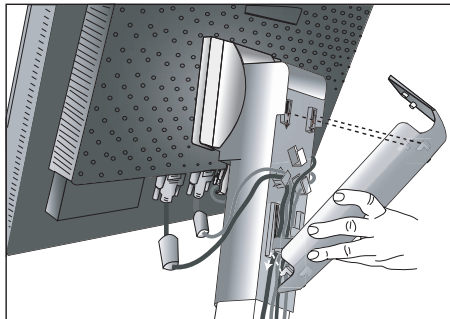
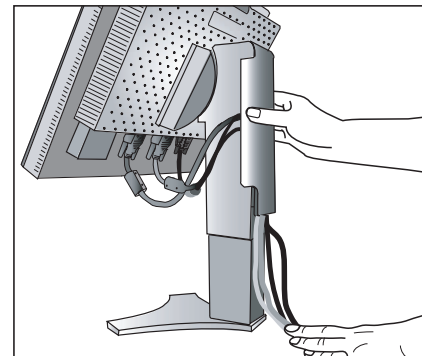

Figura D.1
Figura D.2
7. Sujete firmemente todos los cables y coloque la tapa de los cables sobre el soporte (figura D.1). Para quitar dicha tapa, levántela como se indica en la figura D.2.